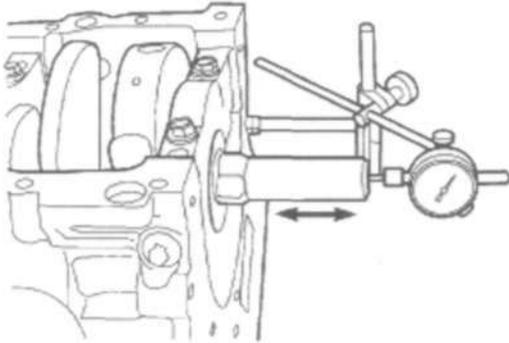

Рис. 40 ПРОВЕРКА ТОРЦЕВОГО БИЕНИЯ КОЛЕНВАЛА
- (1) При помощи индикаторной головки С-3339 и штатива Post L-4438, закрепленного в передней части двигателя, расположить щуп перпендикулярно на цапфе коленвала (Рис.40).
- (2) полностью повернуть коленвал назад его хода.
- (3) Обнулить индикаторную головку.
- (4) Провернуть коленвал полностью вперед и записать показания индикаторной головки. См. Спецификации Двигателя